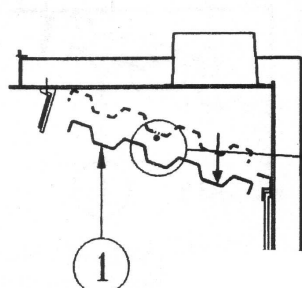

Fig. 21
- Retirar o deflector pela abertura do fogão (**Fig. 21**).